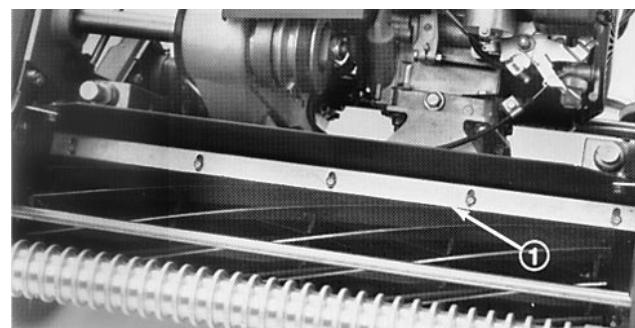

Fig. 10
1. Allentare le viti di fissaggio della barra superiore (Fig. 10) all'apparato di taglio. Inserire uno spessimetro di 1,5 mm tra la parte superiore del cilindro e la barra, ed avvitare le viti. Verificare che la barra ed il cilindro siano equidistanti lungo tutto il cilindro.